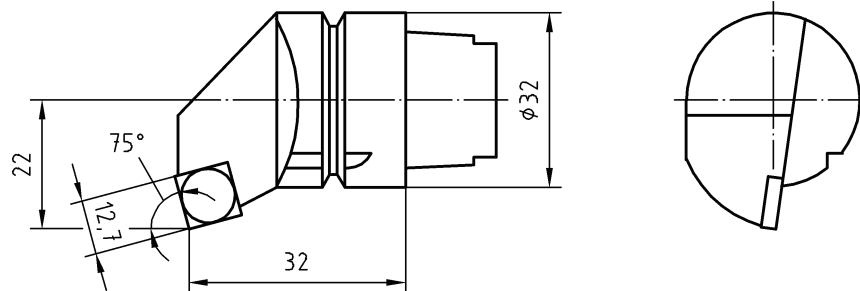

Bild 1 — Klemmhalter nach Bezeichnungs-Beispiel
3.5 Für den Aufbau der Bezeichnung von Klemmhaltern mit Kegel-Hohlschaft ist nachstehend ein Beispiel (siehe Bild 1) für einen Klemmhalter mit Kegel-Hohlschaft nach DIN 69893-1 aufgeführt.